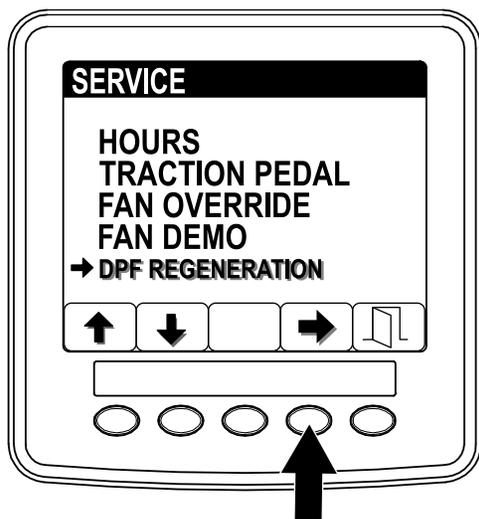

Рисунок 35
1. Перейдите к меню Service (Техобслуживание) и нажмите кнопку 1 или 2 для прокрутки к опции DPF REGENERATION (РЕГЕНЕРАЦИЯ DPF) (Рисунок 35).
2. Нажмите кнопку 4 для выбора позиции DPF Regeneration (Регенерация DPF) (Рисунок 35).